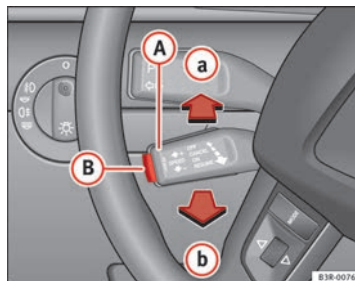

Abb. 145 Bedienungselemente der Geschwindigkeitsregelanlage
- drücken Sie den Hebel **(A)** ⇒ Abb. 145 bis auf die Position **(a)** (nicht gearastet).